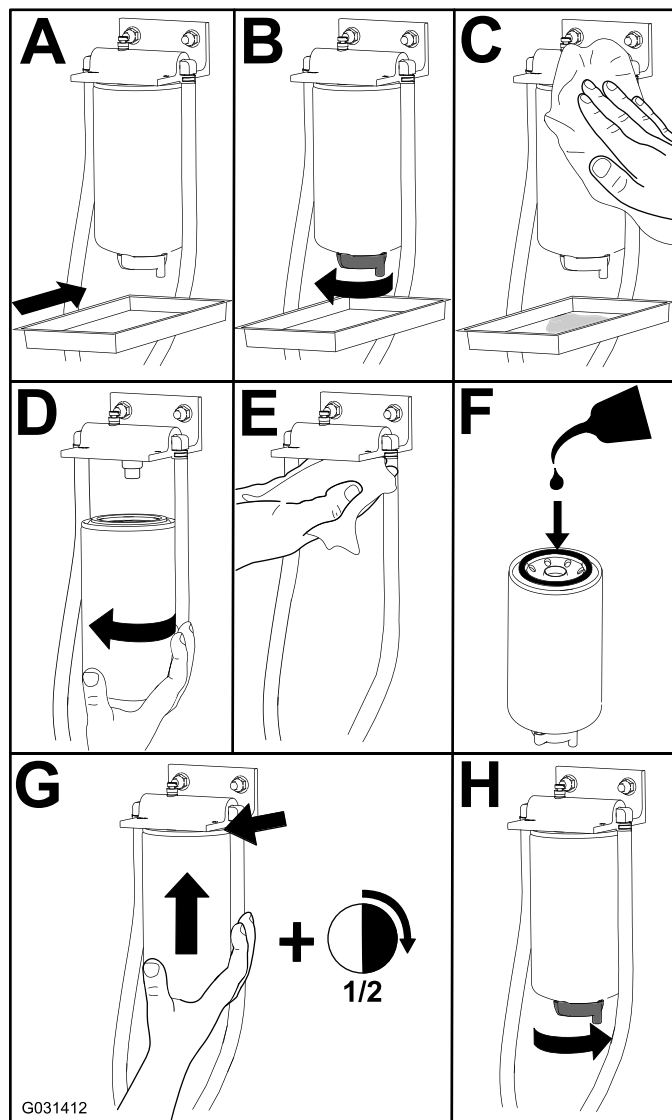

Figure 100
1. Remplacez le filtre comme montré à la Figure 100.